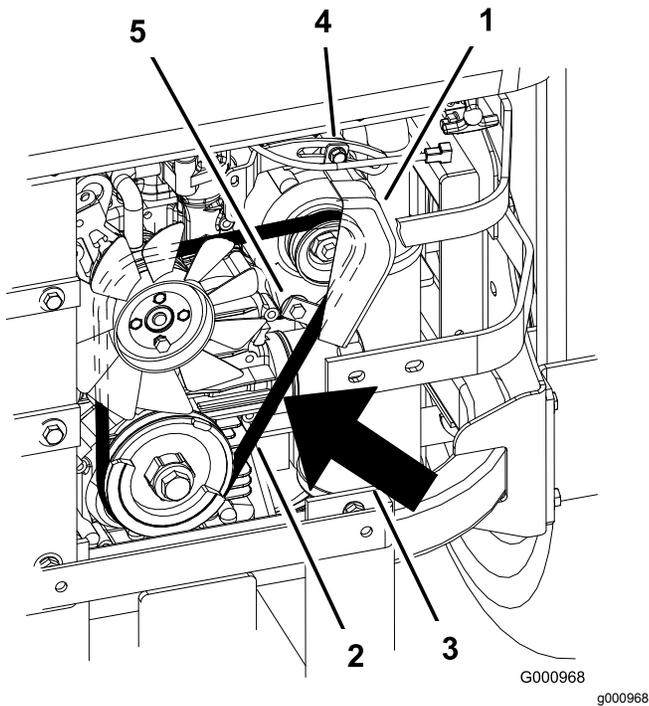

Figura 65
2. Ajuste el alternador hacia fuera hasta que quede una desviación de 7 a 9 mm en la correa entre el motor y las poleas del alternador con una fuerza de 98,3 N (Figura 65).
5. Si la desviación es correcta, apriete los pernos inferior y superior (Figura 65).